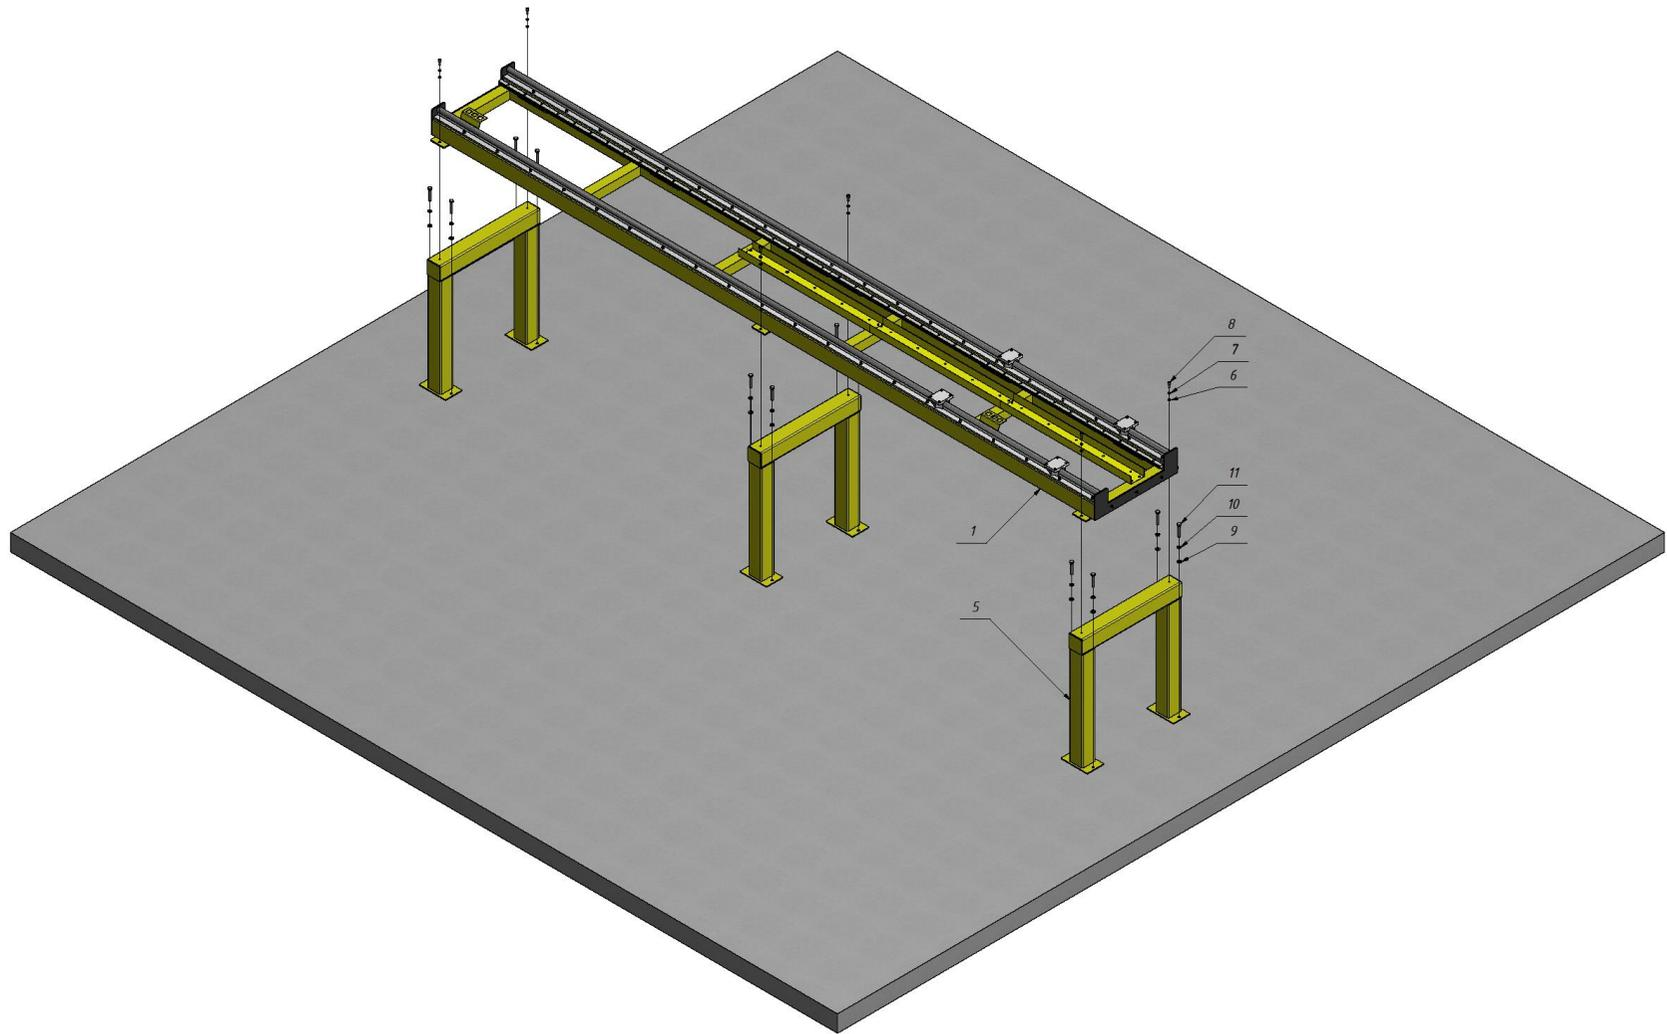

Рисунок 7.1
1. На подготовленную поверхность устанавливаются опоры №5 (см. рисунок 7.1), выравниваются по лазерному уровню в горизонт, жестко фиксируются анкерами или другим крепежом.